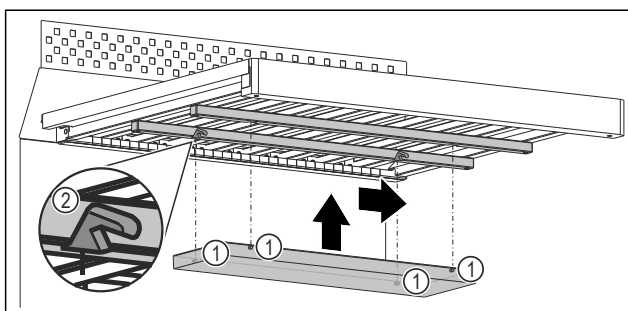

Fig. 105 Beispielhafte Darstellung
- Jeden Zapfen Fig. 105 (1) in die entsprechende Aussparung Fig. 105 (2) an den Leisten unter dem Holzrost einschieben.